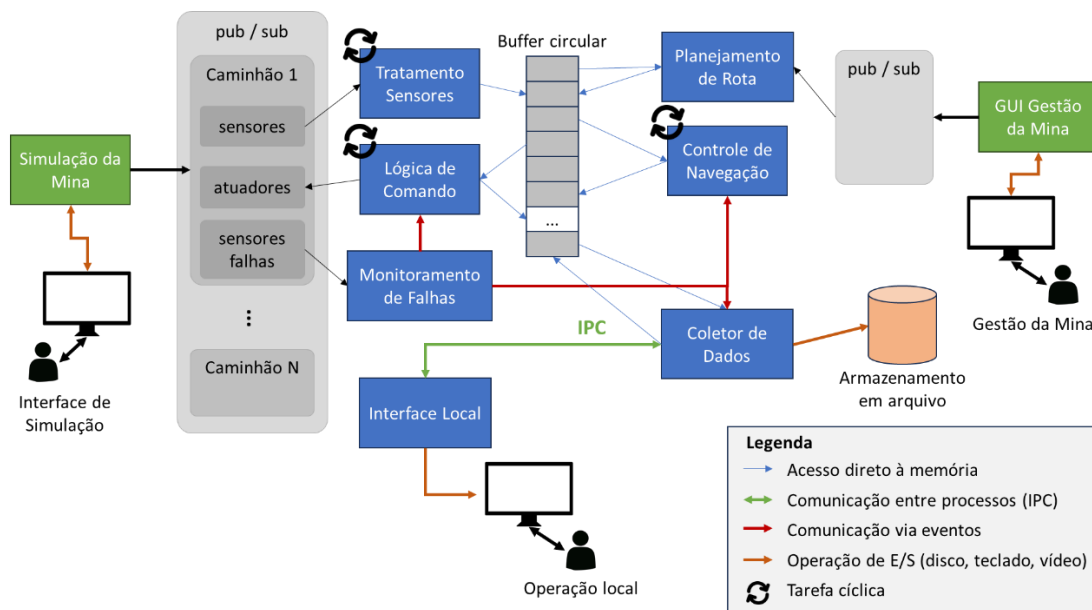

Figura 1 - Sistema simplificado de controle de um caminhão autônomo.
O seu grupo foi contratado para desenvolver a aplicação embarcada no sistema de controle de um caminhão autônomo numa mina. O desenvolvimento será simplificado, contendo apenas algumas partes críticas. O sistema completo é ilustrado na Figura 1, em que cada tarefa é identificada com um retângulo, e a interação entre elas é representada por setas.
- **Etapa 1:** definição da arquitetura completa do sistema e implementação de todas as tarefas em azul na Figura 1. Definição e implementação do buffer circular (e.g. 200 posições) e suas interações com as demais tarefas. As interações definidas pelas setas em vermelho (eventos) laranja (I/O) e em verde (IPC) não são implementadas nessa etapa. O servidor publisher e subscriber e as interfaces de Gestão da Mina e Simulação da Mina também não são implementadas nessa etapa.